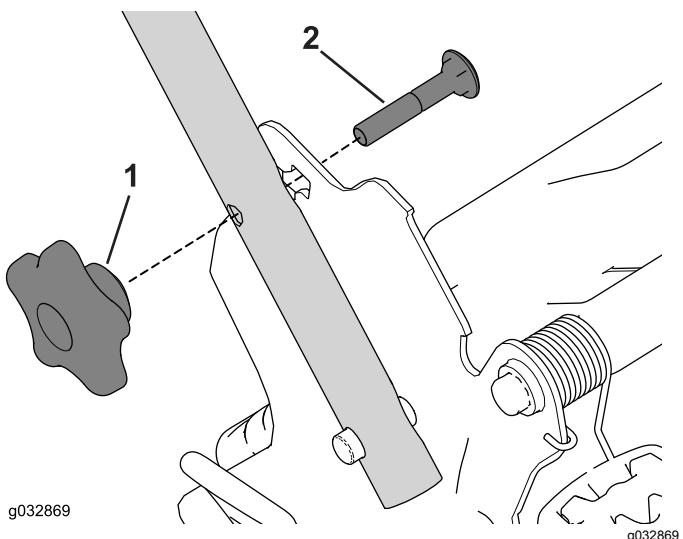

Рисунок 26
- Снимите и сохраните две ручки и два каретных болта с кронштейнов рукоятки (Рисунок 26).